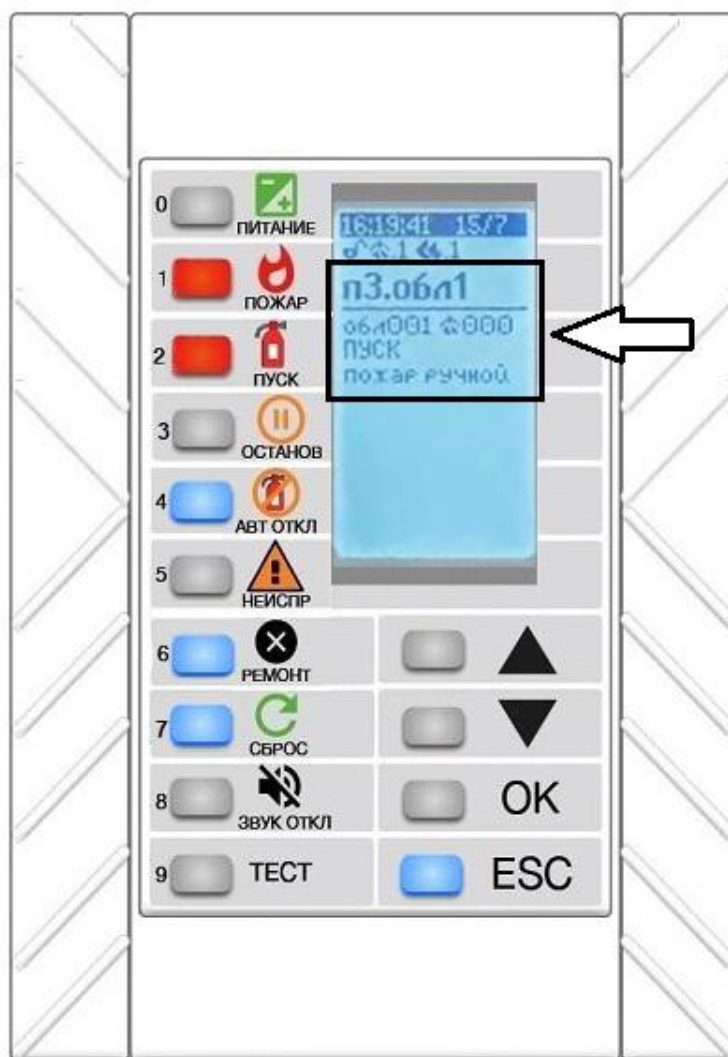

Рисунок 27
3. Выбрать нужную область в этом ППК-Р, нажав «ОК». Откроется страница области, где указан извещатель, вызвавший срабатывание системы (рисунок 27).